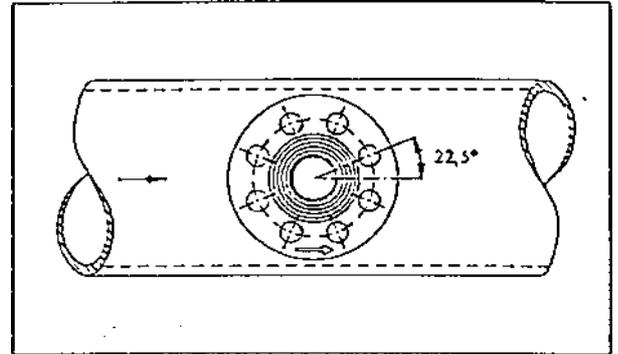

Рис. 11
- если фланги имеет 8 отверстий для крепления, то направьте фланги так, чтобы отверстия для крепления фланша составляли с осью трубы угол 22,5 град. (см. рис. 11)